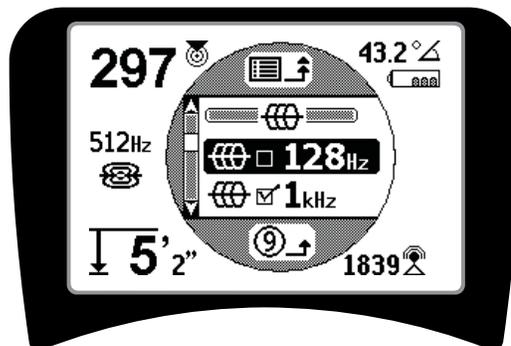

図 14 - 希望の周波数をハイライトする（128 Hz の例）
2. アップ/ダウンキーで希望の周波数をハイライトします（図 14）。図 14 の例では 128 Hz の周波数を有効にしようとしています。